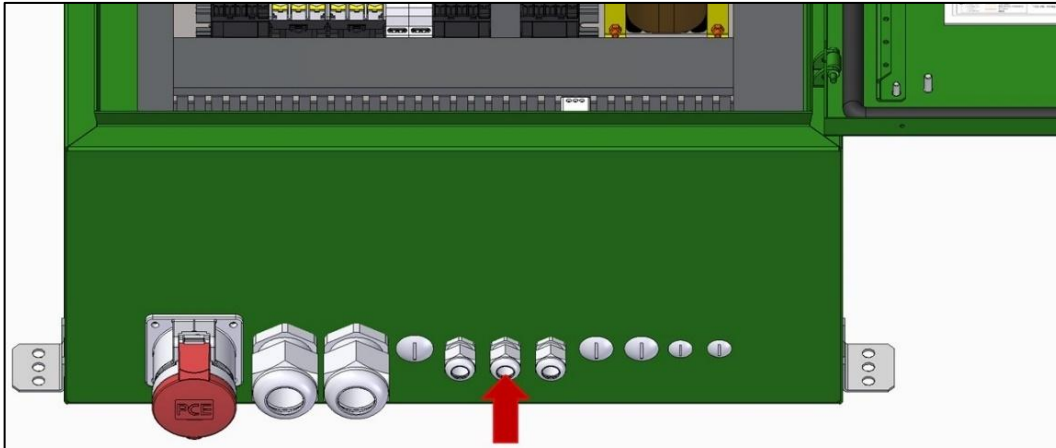

Figura 16 - PG para passagem dos cabos de bombeamento.
- A. Passe os cabos do bombeamento pelo prensa-cabo PG13,5, destacado na Figura 16.